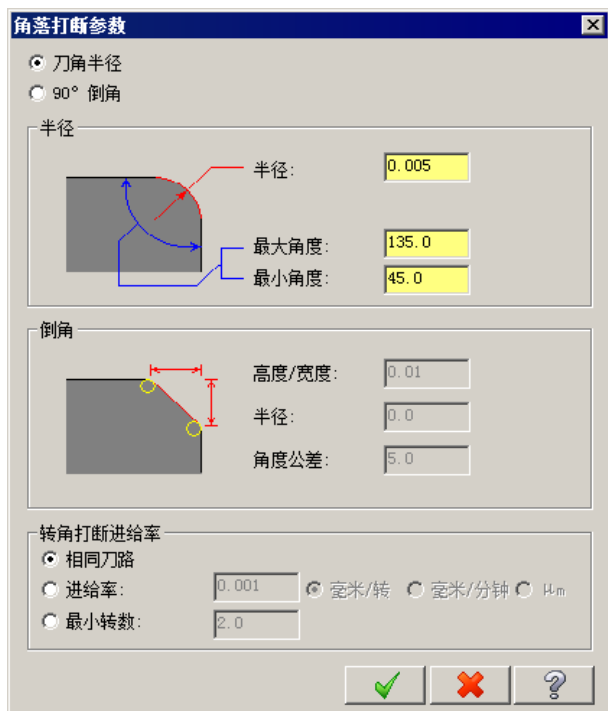

图 8.3.7 “角落打断参数”对话框
- **转角打断(C)...** 按钮：用于设置在外所有转角处打断原有的刀具路径，并自动创建圆弧或斜角过渡。当该按钮前的复选框处于选中状态时，该按钮可用，单击该按钮后，系统弹出图 8.3.7 所示的“角落打断参数”对话框，用户可以对角落打断的参数进行设置。